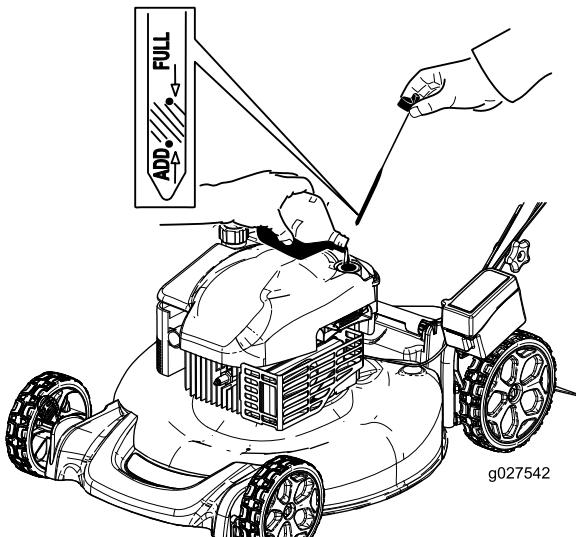

Figura 6
2. Retire a vareta (Figura 6) e deite cerca de 3/4 da capacidade do cárter de óleo para o tubo de enchimento de óleo.
5. Retire vareta e verifique o nível de óleo na vareta (Figura 6).